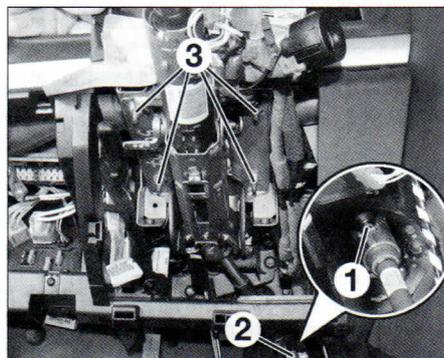

FIG. 6
- el clip de seguridad (1) del cardan de acoplamiento de la columna (**fig. 6**).
- el perno (2) del acoplamiento del cardan de la columna.
- el clip de seguridad (1) del cardan de acoplamiento de la columna (fig. 6).